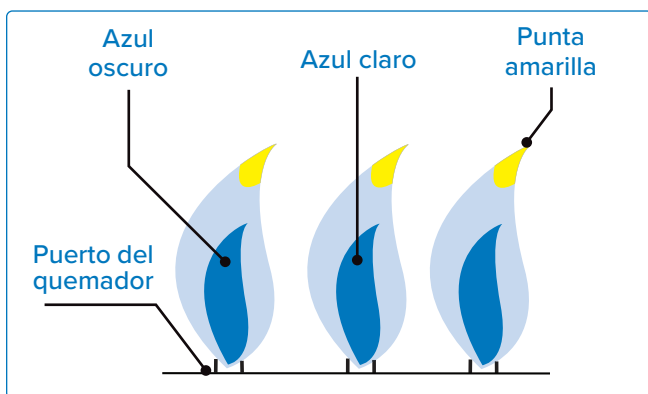

Fig. 26
- Muy poco aire causará llamas amarillas, ahumadas y perezosas (ver Fig 26).